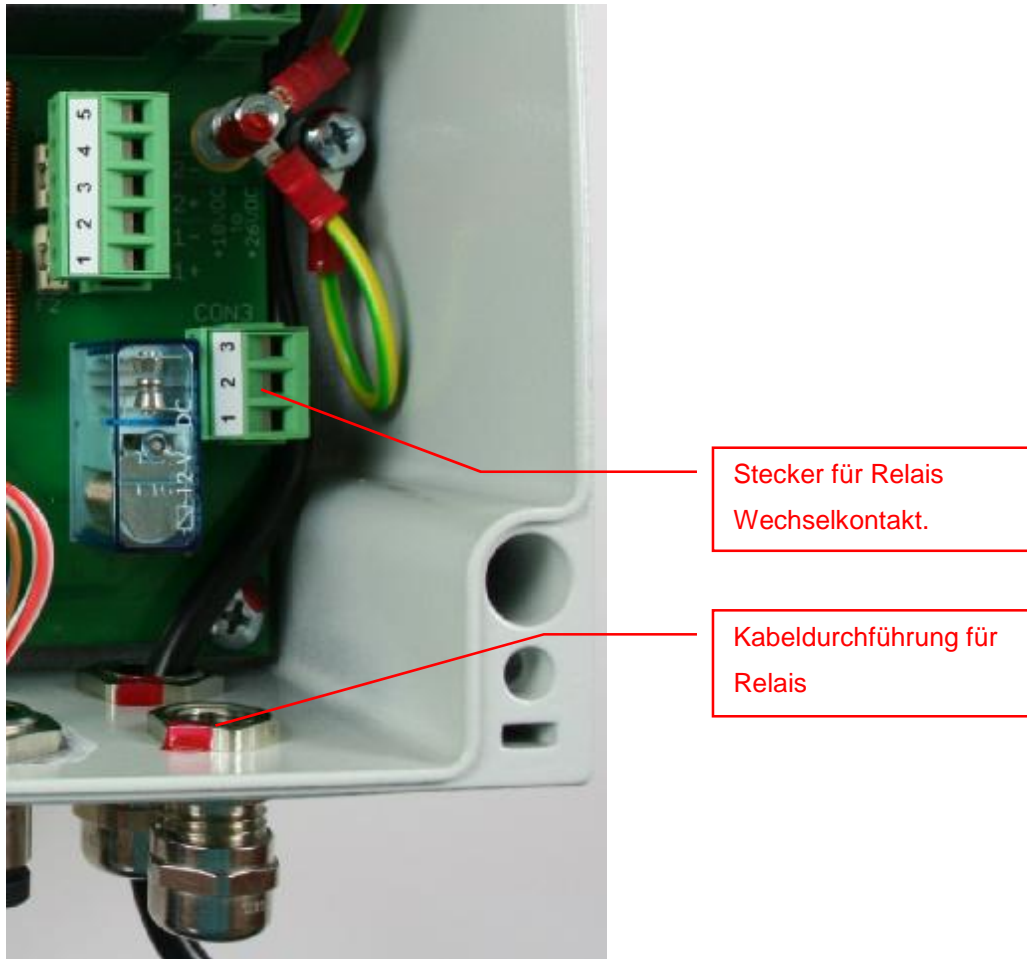

Abbildung 8: Anschlussstecker für Relais - Wechselkontakt
2. Den markierten Stecker in Abbildung 8 entfernen und mit der Steuerleitung verbinden. Die Anschlussbelegung ist in der nachfolgenden Tabelle beschrieben.